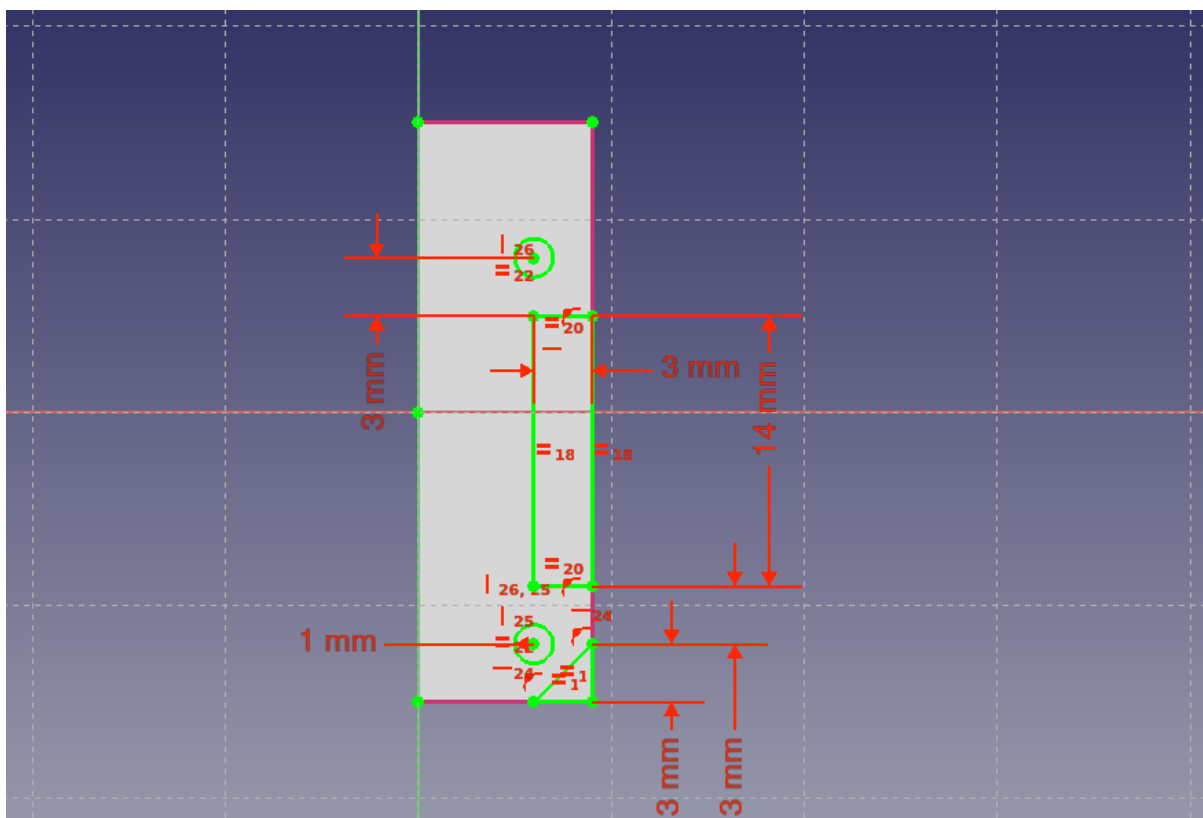

Рис. 4. Эскиз на боковой грани держателя
8. Приступаем к обработке заготовки держателя, в результате которой должен появиться сам держатель. Обрабатываем одну из сторон держателя, сделав пару отверстий и пару вырезов. Для этого выберем грань стороны держателя (**Left-Click**) и создадим на этой грани эскиз «**Create Sketch**» по аналогии с Рис.4. Для данного эскиза потребуется использовать функцию внешней геометрии **Sketch => Sketch geometries => External geometry**, которая позволяет получить в эскизе ребра боковой грани заготовки (сиреневый цвет) в качестве вспомогательных элементов. Все контуры эскиза (отверстия и вырезки) должны быть замкнутыми для дальнейшего применения к ним операции «вырезки» (**Pocket**).